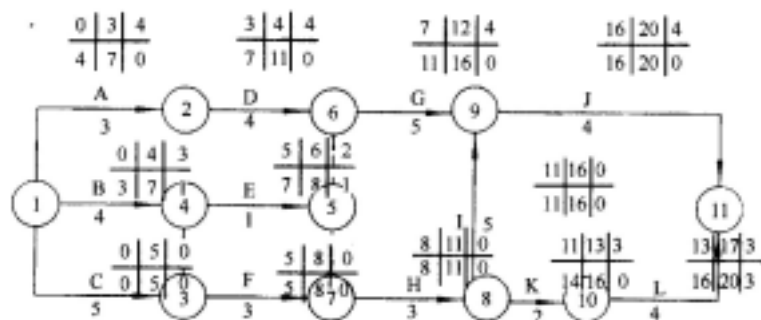
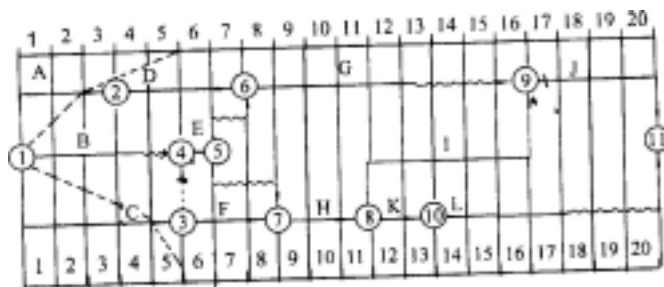
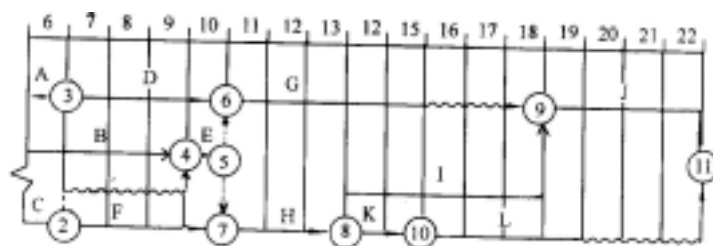

图 1
图 4
图 5
例：某工程项目双代号网络计划及时间参数如图 1 所示（单位周）。
网络计划表示上述逻辑关系(不论其是工艺关系，还是组织关系)是采用紧前工作、紧后工作来表示的。双代号网络图中某个工作的紧前工作的判断方法是：若某些工作箭头直接指向本工作的开始节点或通过一个或多个虚工作(中间无任何实工作)指向本工作的开始节点，则这些工作均为本工作的紧前工作，这些紧前工作可以看成是分别为本工作做工艺准备或组织准备的。同理，双代号图中某个工作的紧后工作的判断方法是：若某些工作的开始节点直接从本工作的结束节点引出或通过一个(或多个)虚工作(中间无任何实工作)从本工作的结束节点引出，则这些工作均为本工作的紧后工作，本工作是为其紧后工作提供工艺或组织准备的。如图 1 中 E 工作的紧前工作为 B、C 工作，其中 B 工作直接指向本工作的开始节点，C 工作通过一个虚工作(③—④)指向本工作的开始节点；而 C 工作的紧后工作为 E、F 工作，其中 F 工作直接从本工作的结束节点引出，E 工作通过一个虚工作(③—④)从本工作结束节点引出。要正确地绘制网络图首先要搞清楚工作之间的逻辑关系，并正确地运用紧前工作，紧后工作表示出来。
在网络图的绘制中往往会犯两大类错误：一类错误是两工作间有逻辑关系，而未在网络计划中表示出来，特别是组织关系，考生往往忽略；另一类错误，也是更容易犯的错误是：两工作间没有逻辑关系，而在网络计划中表示为有逻辑关系，这往往是由于考生不熟悉网络图的绘制规划和技巧，不会灵活地使用虚工作“断路”所致。一般来说，每多一个逻辑关系，增加一根虚箭线和一个节点一定能“断路”。例如，在图 1 网络图的基础上，假设 A 工作与 F 工作使用
如将图 1 网络计划转化为时标网络计划如图 4 所示，图 4 中④节点不能在第 4 天末，因为这样会使③→④这根箭线向左，造成时间倒流。同理，⑨节点不能在第 16 天末以前，因为这样会使⑧→⑨这根箭线向左，造成时间倒流。
时标网络图具有很多优点，其中一个优点就是无需计算，从图中可以直接读出所有工作的时间参数。以图 4 为例，因图 4 绘制的是早时标网络，所以各工作实线的起点向上左边的时标数字就是最早开始时间，各工作实线的终点(不含波浪线)向上左边的时标数字就是最早完成时间。如 G 工作实线的起点是⑥节点，⑥节点向上左边的时标数字是 7，所以 G 工作的最早开始时间是 7，G 工作实的终点向上左边的时标数字是 12，所以 G 工作的最早完成时间是 12。
自由时差的计算在一·般网络计算中是最复杂的，而从时标网络中判断是很容易的。某工作的自由时差的判断可能出现两种情况：第一种情况是：本工作后有实工作，则本工作的自由时差就等于该工作箭线尾部波浪线的长度，若无波浪线，该工作的自由时差就为零，若有波浪线，波浪线的水平长度就是该工作的自由时差。如图 4 中 D 工作后有实工作 G 并且无波浪线，所以其自由时差为零，又如图 4 中 G，工作后有实工作 J 并且有波浪线，波浪线的水平长度为 4，所以 G 工作的自由时差为 4；第二种情况是：某工作后无实工作，只有虚工作(如图 4 中的 E 工作，其后只有两个虚工作 (⑤→⑥和⑤→⑦))，则它的自由时差是其后虚工作水平长度的最小值，图 4 中 E 工作后的虚工作⑤→⑥的水平长度为 1，⑤→⑦的水平长度为 2，所以 E 工作的自由时差为 1。
碰到任何波浪线直到网络图开始节点，所行线路即为关键线路。图 4 中按上述规则依次行走的关键线路为  $11 \rightarrow ⑨ \rightarrow ⑧ \rightarrow ⑦ \rightarrow ③ \rightarrow ①$ ，其余行走方式均会碰到波浪线，所以图 4 网络图的关键线路为  $① \rightarrow ③ \rightarrow ⑦$ ， $⑧ \rightarrow ⑨ \rightarrow ⑩$ 。在画出关键线路后，依照下述规则判断每个工作的总时差：把所有关键节点看成基础不可动(因关键节点动，势必工期延长)，把所有实工作看成杆件(不可压缩)，把所有波浪线看成弹簧(弹性为无限大，即其长度可以压缩为零)。要判断某个工作的总时差，就把该工作向后推，从而带动其后杆件、非关键节点向后推和弹簧压缩，而关键节点不能动，总有一根弹簧先压缩为零，则该工作的总时差就是该工作实线的终点向后推直到第一根弹簧压缩为零的水平长度。如图 4A 的总时差为 A 的实线终点(第 3 周末)向后推，从而带动②节点、D 工作，⑥节点(非关键节点)G 工作向后推，直到 G 工作后的波浪线压缩为零(⑨节点为关键节点不动)，因向后推的水平长度为 4，所以 A 工作的总时差为 4；又如图 4 中的 B 工作，B 工作实线终点(第 4 周末)向后推，从而带动 B 工作本身的波浪线、④节点，E 工作、⑤ $\rightarrow$ ⑥、⑤ $\rightarrow$ ⑦的波浪线、⑥节点，G 工作向后压缩，而⑦、⑨节点为关键节点不动，因⑤ $\rightarrow$ ⑦波浪线先压缩为零(G 后波浪线仍有 3 周的压缩弹性)，且向后推的水平长度为 3，所以 B 工作的总时差为 3。
仍以图 4 为例, 该工程第 5 周末的前锋线已画出, 根据前述判断知道 A、B、C 的总时差分别为 4、3、0, 所以 A、B、C 工作的最迟时间分别为 7、7、5, 而在第 5 周末 A 工作还未施工完成, 还要 1 周, 所以 A 工作的实际最迟完成时间为 6, 故 A 为正常工作; B 工作在第 5 周末还未施工, 其实际最迟完工时间为 9 周, 大于其计算最迟完工时间 2 周, 所以其为不正常工作, 可能拖后工期 2 周; C 工作第 5 周末检查时已拖后 1 周, 因其原为关键工作, 所以 C 工作为不正常工作, 可能影响工期 1 周。所有不正常工作(B、C)可能影响工期的最大值为 2 周, 所以工期将拖后 2 周。
以图 4 为例, 其剩余网络计划如图 5 所示。